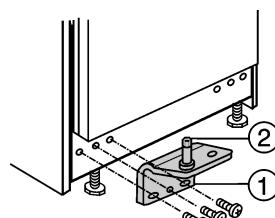

Fig. 9
- ▶ Вставьте шарнирный палец Fig. 9 (2) в кронштейне Fig. 9 (1) с подкладной шайбой в опору двери.
- ▶ Закрутите кронштейн Fig. 9 (1) **(с усилием 4 Нм)**.